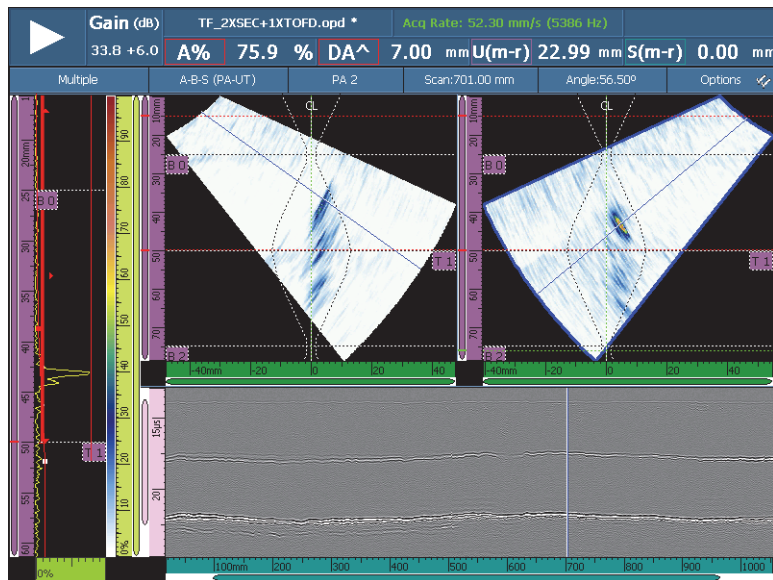

Figura 6-2 Exemplo de layout de solda PA-UT (A-B-S)
- (1) Insira a quantidade de elementos apropriada nos parâmetros **Pulsador e Receptor**, se necessário.
- (2) Selecionar **Próximo**.
8. Selecione o layout apropriado na seção Layout da barra de títulos (veja Figura 6-2 na página 173).